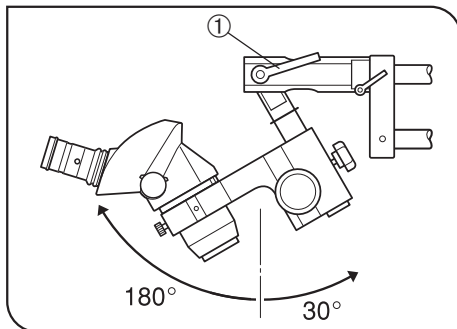

Fig. 19
4. Para inclinar el cuerpo del microscopio hacia adelante o atrás, afloje la palanca de fijación de inclinación ①. (Fig. 19)